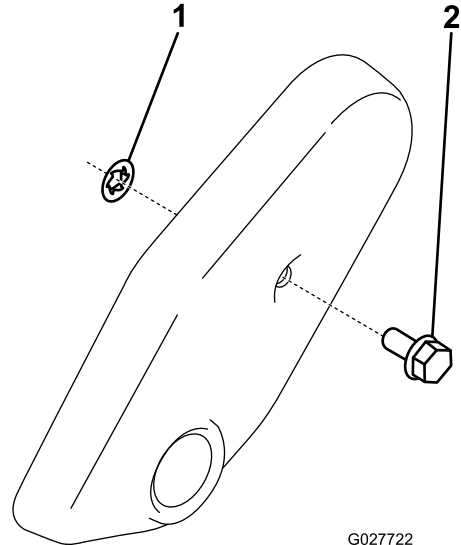

図 7
2. ベルトカバーのプラグに、プッシュナットを通す 図 7。